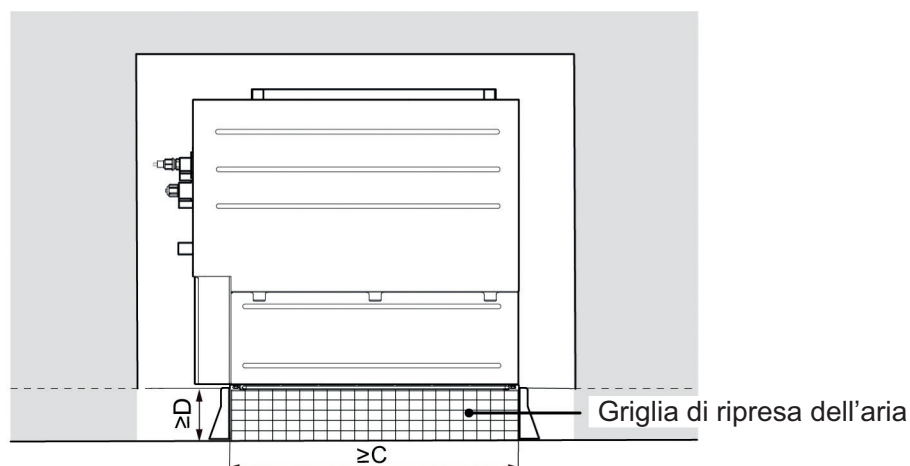

Fig. 3.2.2
- (7) I requisiti di installazione della griglia di ripresa dell'aria sono mostrati in Fig. 3.2.2.